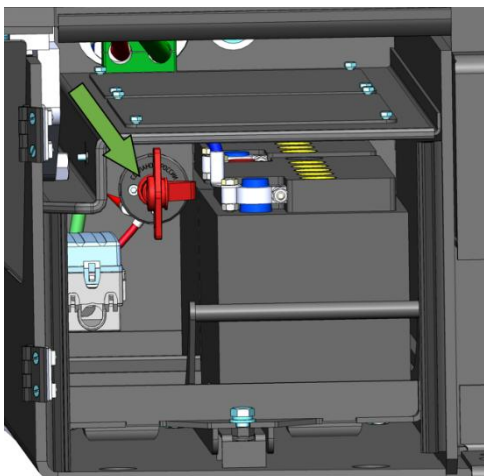

Рисунок 5.74. Главный выключатель
- ▶ Отключить главный выключатель АКБ (повернуть главный выключатель в положение выключено, обесточив систему электрооборудования машины), рис. 5.74 показано зеленой стрелкой.
- ▶ Отключить питание главным выключателем АКБ, рис. 5.74 показано зеленой стрелкой.